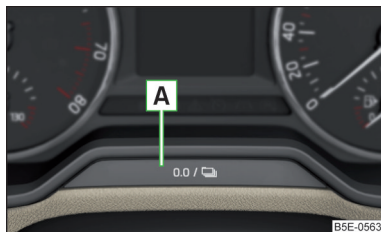

Fig. 34
- Apăsați tasta **A** » fig. 34 și mențineți-o apăsată, până când pe afișaj se afișează opțiunea de meniu **Service**.